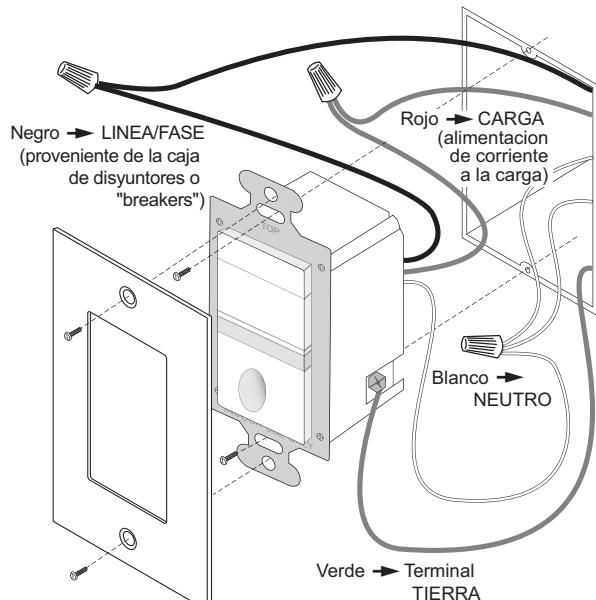

Fig. 4: Orientación del sensor, conexiones de cables y montaje de caja eléctrica
5. Retuerza los cables existentes, junto con los alambres conductores en el sensor RS-150BA-N, tal como se indica a continuación. Tápelos de forma segura utilizando los empalmes plásticos proporcionados. Consulte la Fig. 4: